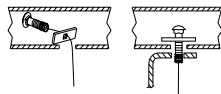

Figura 3
- Inserte el perno de carruaje y el espaciador a través del orificio alargado en la base de los largueros del bastidor usando el cable de halar. Luego pase el tornillo hacia atrás hasta que salga a través del fondo del larguero del bastidor. Deje el cable de halar puesto hasta que el enganche esté en su lugar. Ver Figura 3.